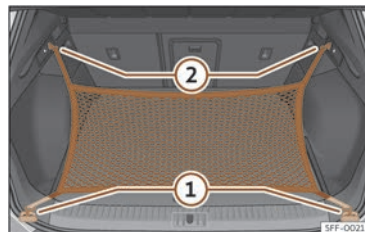

Fig. 183 No maleteiro: argolas ① e ganchos ② para enganchar a bolsa de rede.
- Fixe os ganchos curtos da rede nas argolas de amarre >>> **fig. 183** ① >>> ⚠. A cremalleira da bolsa ten que quedar cara arriba.
- Fixe as cintas nos ganchos para colgar bolsas **②**.